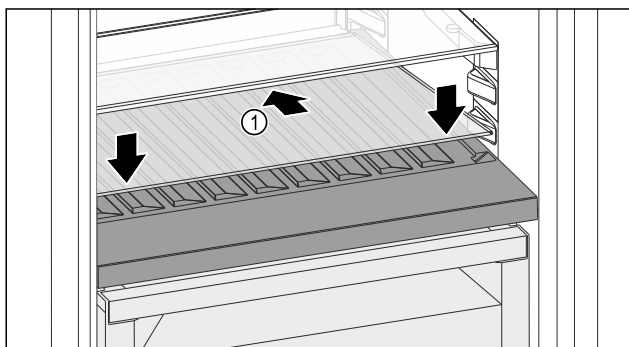

Fig. 131
- Glasplatte Fig. 131 (1) schräg und nach hinten unten geneigt ansetzen.
- Glasplatte Fig. 131 (1) vorne absenken.